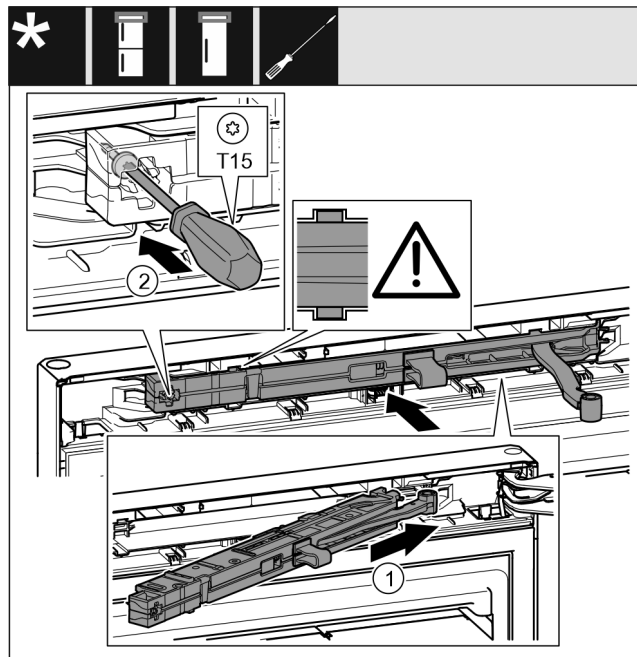

Fig. 70
- ▶ Tolja be ferdén, ütközésig a záráscsillapító egységet Fig. 70 (1) a mélyedésbe a csapágybak felőli oldalon.
- ▶ Húzza meg a csavart Fig. 70 (2) csavarhúzóval.